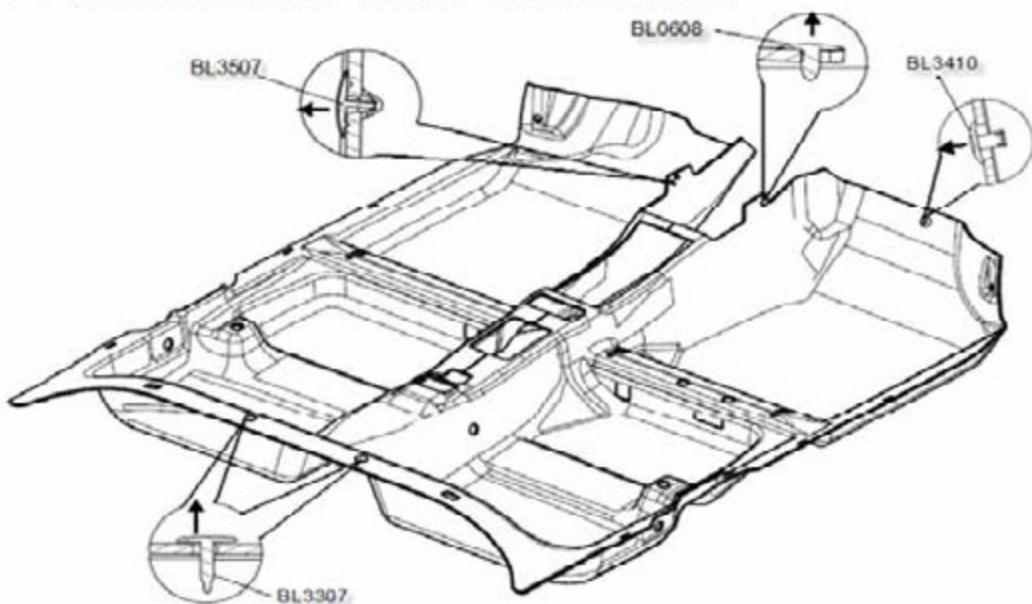

图 7-1-2 地毯安装结构图
A). 地毯固定卡扣：用一字螺丝刀轻轻撬起卡扣头部，然后用手向上将其取出。相同的方法即可将图 7-1-2 所示卡扣拆卸完毕，然后双手拉起地毯的后部边缘，再水平往后慢慢拽出地毯，直至整个地毯总成完全取出。